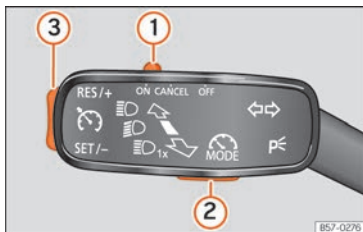
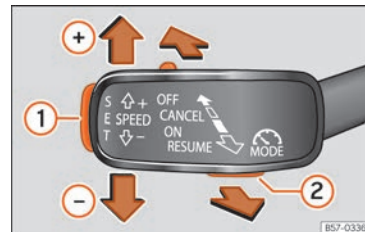

Abb. 226 Am Blinkerhebel: Tasten zur Bedienung des Geschwindigkeitsbegrenzers.
Abb. 227 Links an der Lenksäule: Tasten zur Bedienung des Geschwindigkeitsbegrenzers.
Zum Wechseln zwischen den Fahrerassistenzsystemen die Taste  »» **Abb. 226**  oder »» **Abb. 227**  drücken und anschließend mit dem Rädchen rechts im Multifunktionslenkrad im Menü Kombi-Instrument wählen und durch Drücken des Rädchens bestätigen.
- Schieben Sie den Schalter » **Abb. 226** (1) auf die Position **ON** und drücken Sie die Taste (2).
- Drücken Sie während der Fahrt die Taste » **Abb. 226** (3) im Bereich **SET/-**.
Die Geschwindigkeit kann mit der Taste » **Abb. 226** (3) eingestellt werden:
- Schieben Sie den Schalter » **Abb. 226** (1) auf die Position **OFF**.
Wenn Sie den Geschwindigkeitsbegrenzer – beispielsweise zum Überholen – vorübergehend deaktivieren möchten, schieben Sie den Schalter » **Abb. 226** (1) auf die Position **CANCEL** oder drücken Sie die Taste (2).
Nach dem Überholmanöver kann der Geschwindigkeitsbegrenzer wieder mit der zuvor gespeicherten Geschwindigkeit aktiviert werden, indem die Taste » **Abb. 226** (3) im Bereich **RES/+** gedrückt wird.
- Bewegen Sie den Hebel zum Lenkrad auf die Position **ON** und drücken Sie die Taste » **Abb. 227** (2).
- Drücken Sie während der Fahrt die Taste **SET** »» **Abb. 227 ①**.
- Drücken Sie die Taste **SET** »» **Abb. 227 ①**, um die Geschwindigkeit in kleinen Schritten von 1 km/h (1 mph) zu reduzieren.
Wenn Sie den Geschwindigkeitsbegrenzer – beispielsweise zum Überholen – vorübergehend deaktivieren möchten, schieben Sie den Hebel in Stellung **CANCEL** oder drücken Sie die Taste »» **Abb. 227 ②**.